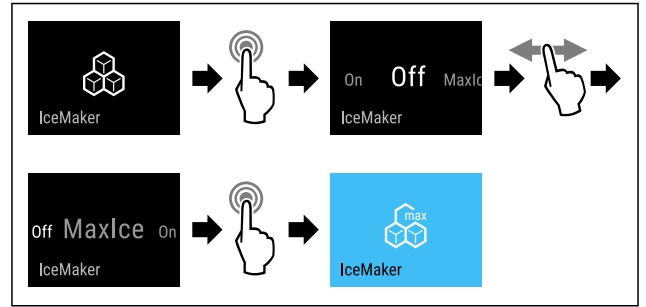

Fig. 17
- Proved'te akční kroky (viz Fig. 17).